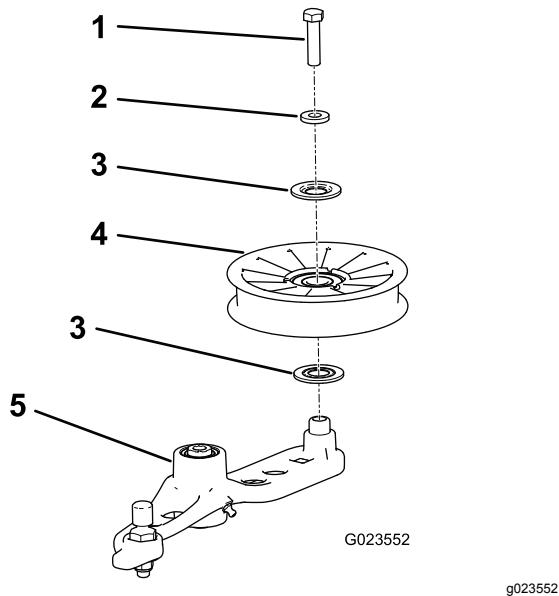

Figura 58
6. Retire el perno que sujetla polea tensora antigua al brazo tensor, e instale una polea nueva (**Figura 58**).